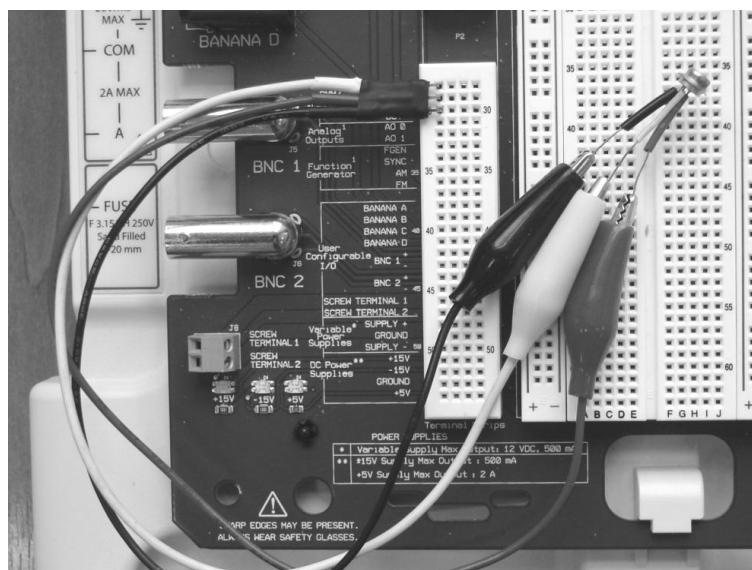

Рис. 5
4.5.1 Для исследования выходной вольт-амперной характеристики подключить переходник с тремя выводами к макетной плате. Выводы транзистора подключить к переходнику зажимами типа «крокодил» согласно цвету каждого вывода: красный провод – коллектор, белый – база, черный – эмиттер. При этом эмиттер подключается к гнезду «DUT–», база – «BASE», коллектор – «DUT+» платформы NI ELVIS II (рис. 5).